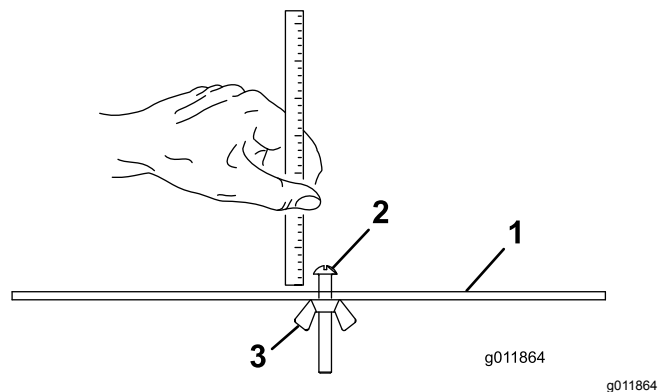

图 17
2. 松开调刀尺上的螺母图 17并将调节螺丝设定为所需的剪草高度。